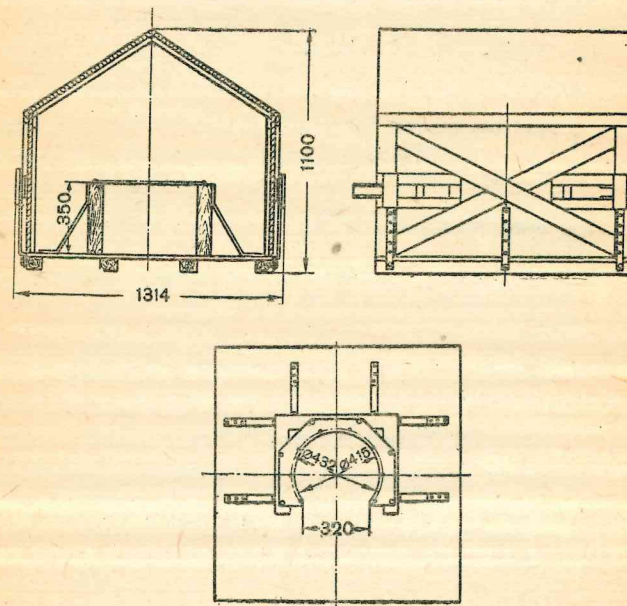

Рис. 26. Схема упаковочного ящика мотора
9. Габаритные размеры ящика (рис. 26):